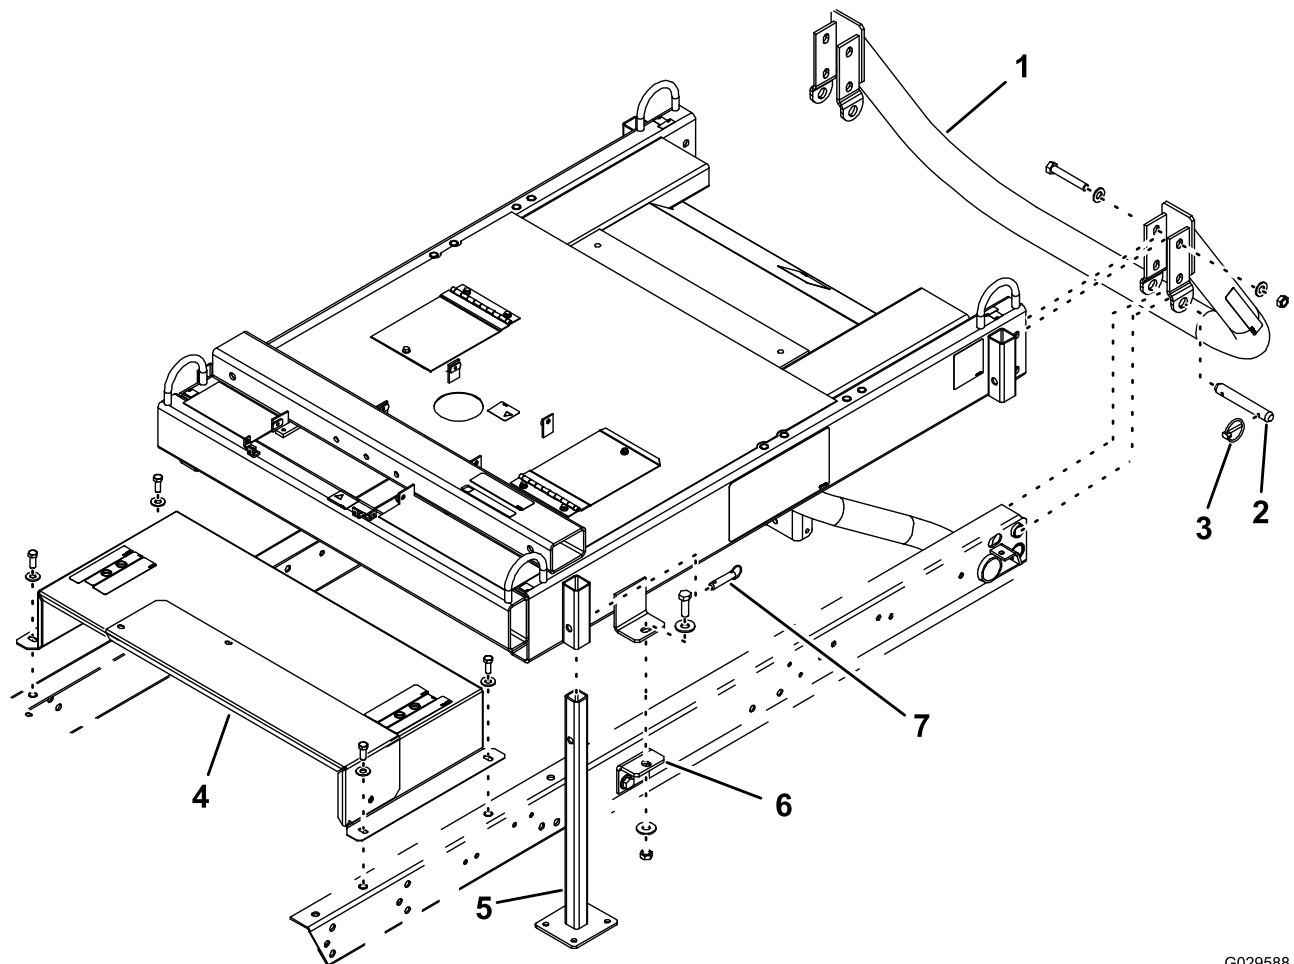

Figura 6
1. Alinee el armazón del esparcidor con el bastidor del vehículo, y alinee las pestañas de montaje de la base del esparcidor con los soportes de montaje del accesorio del bastidor de la máquina (Figura 6).
2. Monte provisionalmente el tubo de sujeción en la parte trasera de la base del esparcidor (Figura 6) usando 4 pernos ( $\frac{1}{2}$ " x  $3\frac{1}{4}$ " ), 8 arandelas ( $\frac{1}{2}$ " ) y 4 tuercas deformables ( $\frac{1}{2}$ " ).
3. Sujete el tubo de sujeción al soporte de giro del bastidor de la máquina con los 2 pasadores de horquilla y 4 pasadores de seguridad (Figura 6)
4. Sujete las pestañas de montaje del armazón del esparcidor a los soportes de montaje del accesorio (Figura 6) con 2 pernos ( $\frac{1}{2}$ " x  $1\frac{1}{2}$ " ), 4 arandelas ( $\frac{1}{2}$ " ), y 2 tuercas deformables ( $\frac{1}{2}$ " ), y apriete los pernos y las tuercas a 102 N m.
1. Monte la cubierta del radiador en el bastidor del vehículo (Figura 6) con 4 pernos ( $\frac{3}{8}$ " x 1") y arandelas ( $\frac{3}{8}$ " ); apriete los pernos a 37–45 N m.
4. Para guardar los gatos, introdúzcalos en la parte superior de los tubos de montaje (base hacia arriba), y sujete los gatos con los pasadores de bloqueo con bola de retención (Figura 6).